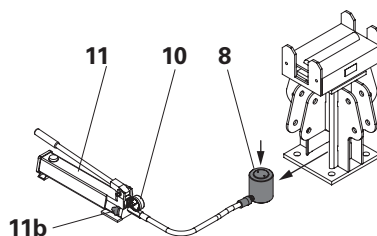

Fig. B1.27
1. Svitare la valvola della pompa (**11b**) in senso antiorario, inserire completamente il cilindro (**8**). L'impianto è depressurizzato. (Fig. B1.27)
4. Estrarre il cilindro (**8**) dall'albero di testa ATS. (Fig. B1.27)